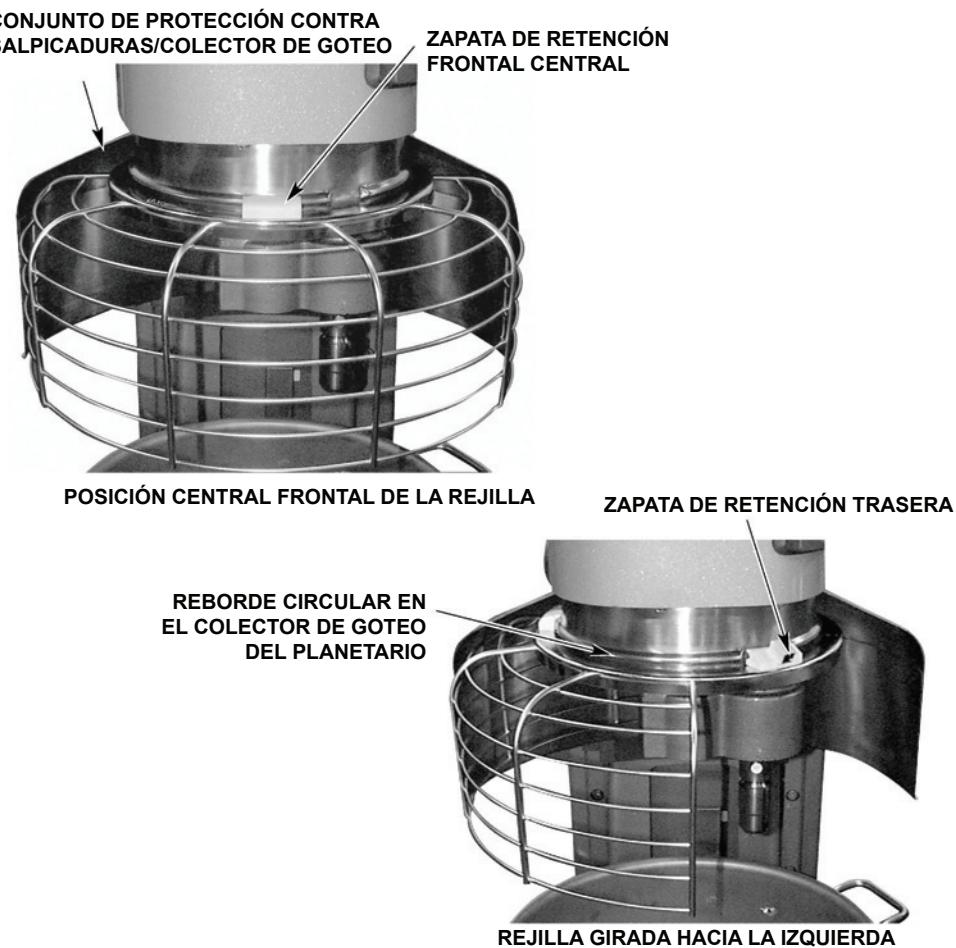

Fig. 13
6. Ponga la rejilla en la posición delantera central (Fig. 13).
REJILLA DEL TAZÓN (Fig. 13)